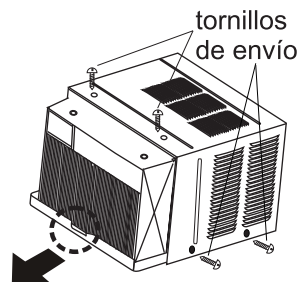

Fig. 5
7. Quite los tornillos de envío de la parte superior de la unidad y los de los lados si tuviera (consulte la Fig. 5).